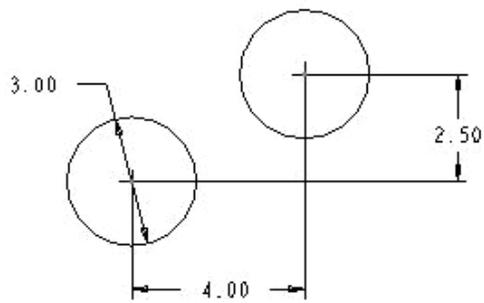

图 2-35 标注两个圆心间的距离
- (1) 单击尺寸标注按钮 , 进入尺寸标注操作。
- (2) 选取草绘图中两个圆的圆心, 在两个圆心之间的任意一点, 单击鼠标中键。
- (3) 双击该尺寸, 将该尺寸修改为“4”和“2.5”, 结果如图 2-35 所示。